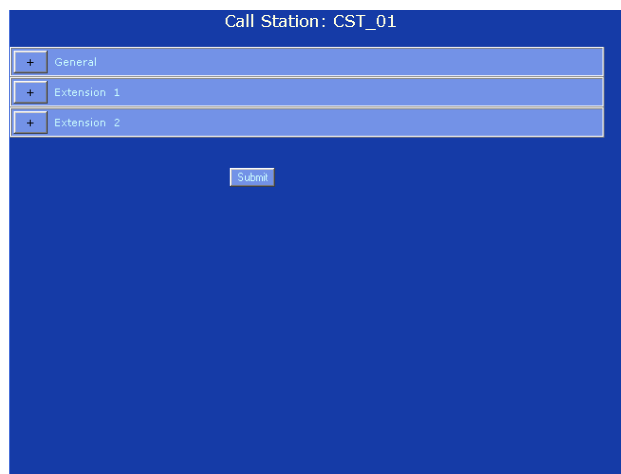

figura 36.6: Selezione di zona, passaggio 2
- 2 Fare clic sul nome della postazione annunci alla quale è stato connesso il tastierino a cui appartiene il tasto che deve essere programmato. Nella cornice principale dell'interfaccia web, appare una schermata simile a quella in figura 36.6.